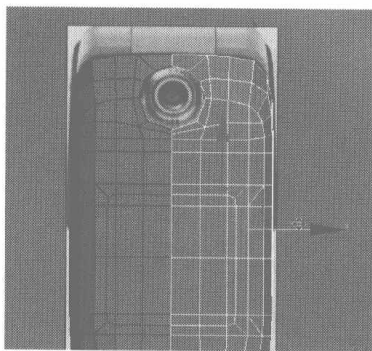

图 4.72
- 25** 在 Front 视图中镜像、移动如图 4.72 所示的物体, 在 Modify 控制面板中选择节点编辑, 调整摄像头周